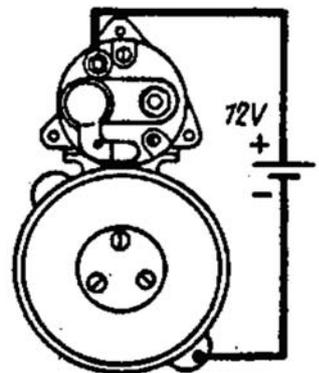
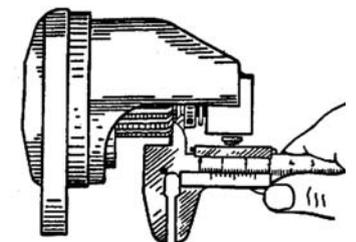
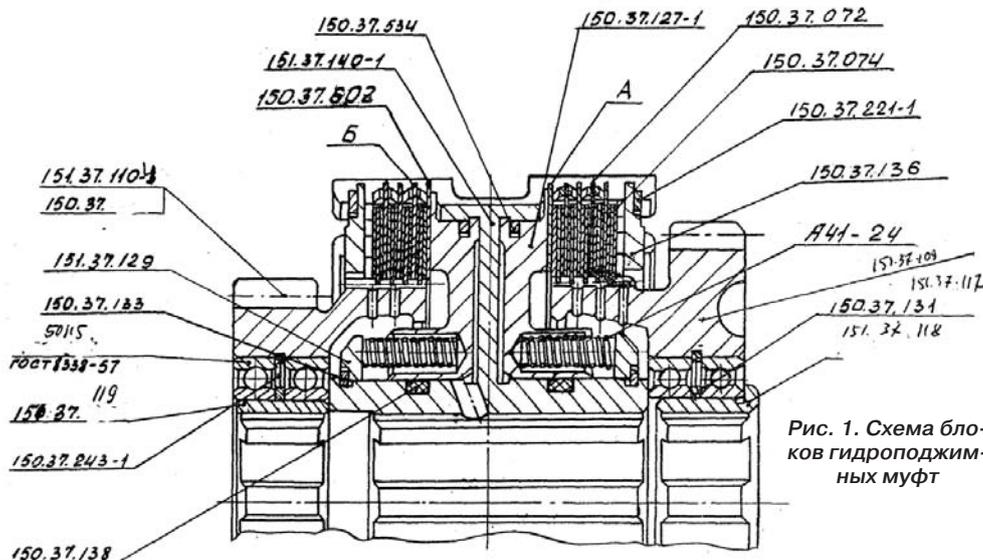

Рис. 7. Схема проверки регулировки выключателя тягового реле
Рис. 8. Замер зазора от торца шестерни до чашки упорного кольца при полностью втянутом якоря тягового реле
Рис. 1. Схема блоков гидроподжимных муфт
Разбирать стартер (рис.1) в следующем порядке:
Рис. 1. Стартер. 1 - колпак; 2 - стопорная шайба; 3 - гайка; 4 - ось рычага; 5 - винты; 6 - вывод дной болт; 7 - гайка; 8 - вывод; 9 - крышка реле; 10 - тяговое реле; 11 - рычаг; 12 - винты; 13 - стяжная шпилька; 14 - гайка; 15 - винты; 16 - упорное кольцо; 17 - замковое кольцо; 18 - привод; 19 - крышка со стороны привода; 20 - корпус; 21 - якорь; 22 - крышка со стороны коллектора; 23 - траверса.
Проверить полный вылет шестерни при включенном тяговом реле. Для этого включить тяговое реле, как показано на рис. 7. Расстояние между торцом шестерни и упором должно быть  $1,5 \pm 1$  мм (рис. 8). Этот зазор регулируется поворотом эксцентричной оси 4 (рис. 1) рычага 11 привода. После регулировки затянуть гайку оси, придерживая ось от поворота. ■
**Сборка коробки передач начинается со сборки гидроподжимных муфт (рис. 1) в следующей последовательности.**